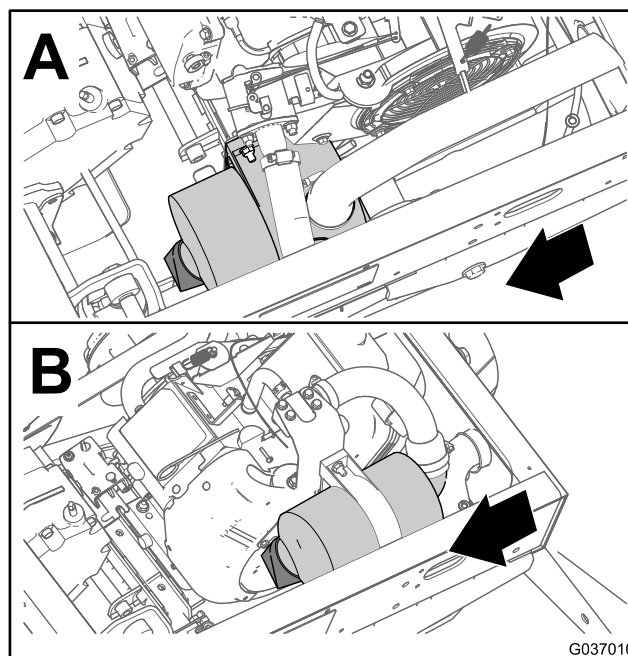
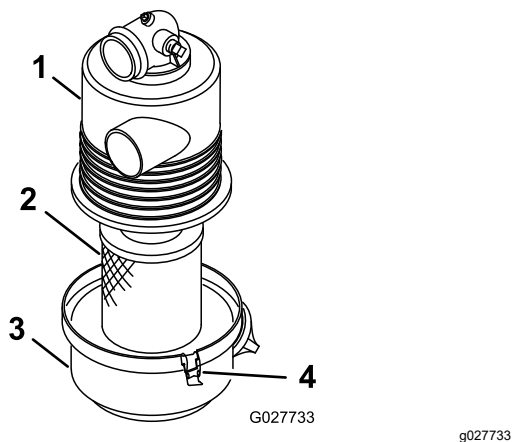

Figura 30
Figura 31
2. Controllate il corpo del filtro dell'aria per escludere eventuali danni che possano causare una perdita d'aria (Figura 30 e Figura 31).
- Rilasciate i fermi che fissano il coperchio del filtro dell'aria al relativo alloggiamento (Figura 31).
- Separate il coperchio del filtro dell'aria dal relativo alloggiamento e pulite l'interno del coperchio (Figura 31).
- Inserite l'elemento del filtro dell'aria nel relativo alloggiamento (Figura 31).
- Allineate il coperchio del filtro dell'aria con il relativo alloggiamento (Figura 31).
- Bloccate il coperchio sull'alloggiamento con i fermi (Figura 31).